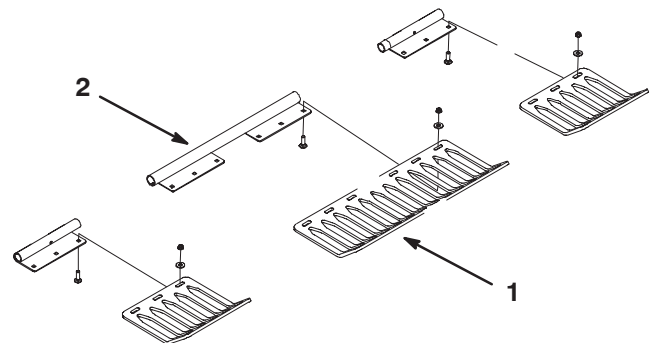

Figure 24
3. Montez les protège-gazon sur leurs supports au moyen de (12) boulons, rondelles plates et écrous à collerette (Fig. 24). Ne serrez pas les fixations. La tête des boulons doit être placées sous les supports des protège-gazon.